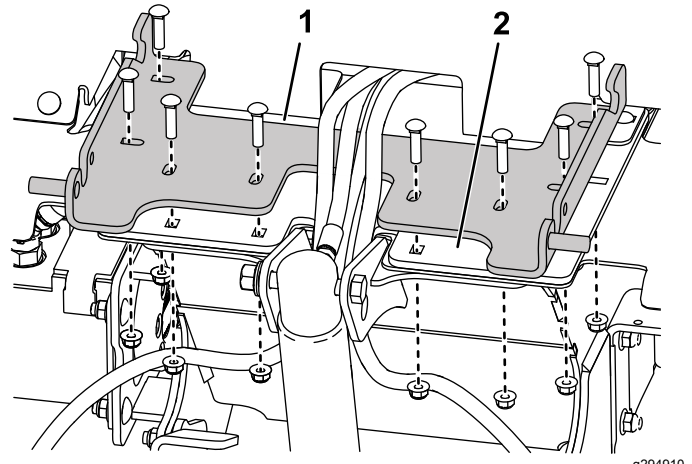

Figure 2
2. Glissez la plaque de montage sous les flexibles hydrauliques et fixez-la à l'aide des fixations déposées précédemment (Figure 2).